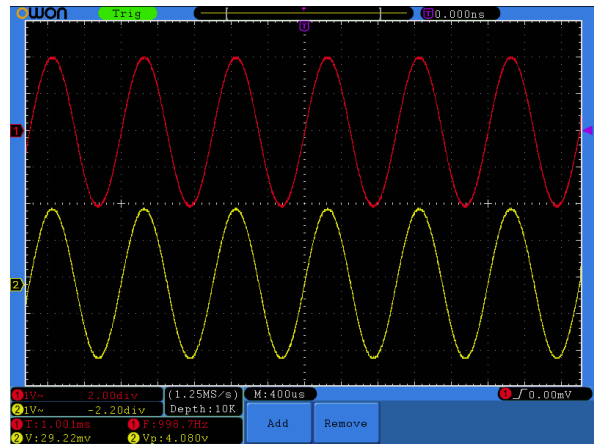

Рисунок 5.67. Автоматические измерения
12. Нажмите кнопку **F4**, и к измеряемым параметрам добавится размах сигнала. На этом добавление требуемых параметров сигнала в канале CH2 закончено (см. рисунок 5.67).